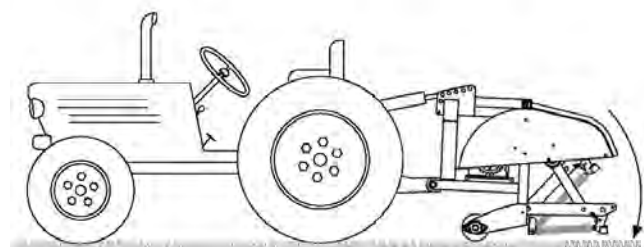

Figure 11
4. Abaissez l'aérateur au sol et déployez complètement le vérin du bras de liaison supérieur ou la biellette supérieure (Figure 11).